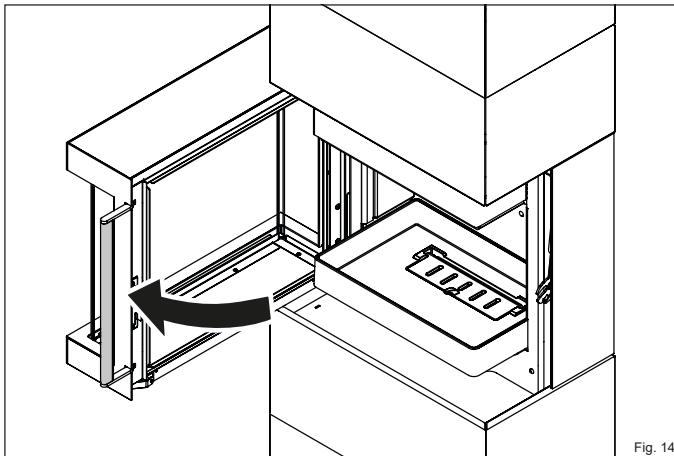

Fig. 14
- ▶ Ouvrez la porte du foyer. (Fig. 14).
- ▶ Ouvrez la porte du foyer (Fig. 14).